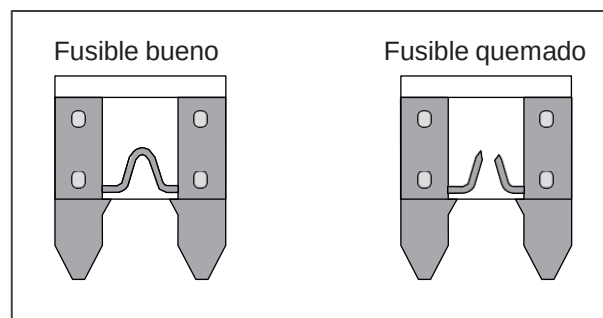

Fig. 5.6
- Cuando se quema un fusible, primero investigue la causa, corríjala y luego reemplace el fusible. (Fig. 5.6)